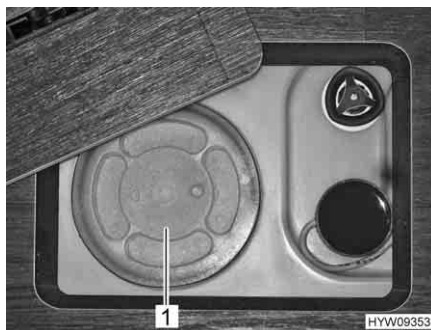

Fig. 180 Apertura per la pulizia (serbatoio delle acque grigie)
- A questo scopo aprire l'apertura per la pulizia (Fig. 180,1) per il serbatoio delle acque grigie e il rubinetto di scarico.